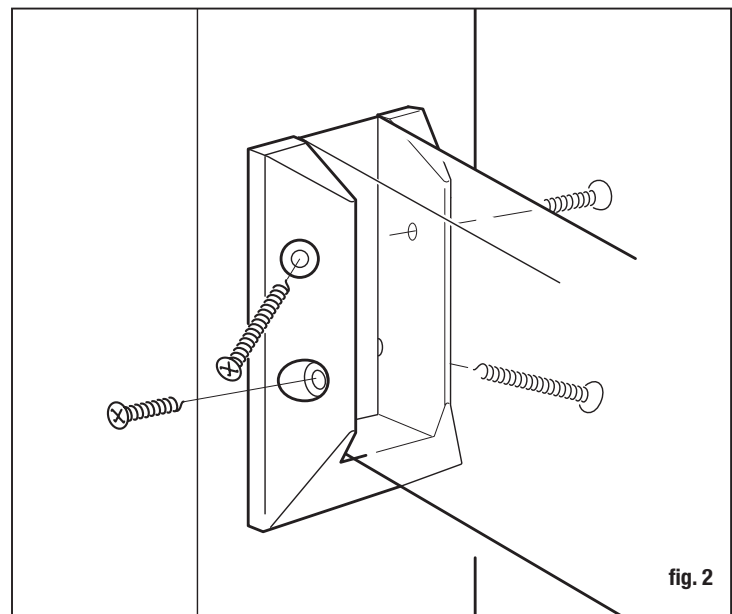

fig. 2
Attach the rail by using (4) – 2x4 rail connectors (sold separately) as shown in fig. 2.
Fija el riel usando (4) - conectores de riel 2x4 (se venden por separado) como se muestra en la fig. 2.